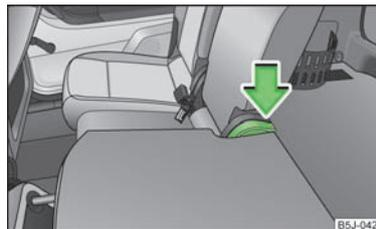

Fig. 41
- Appuyez sur la manette » fig. 41 et rabattez le dossier vers l'arrière. Assurez-vous que le dossier du siège est correctement enclenché en tirant dessus.